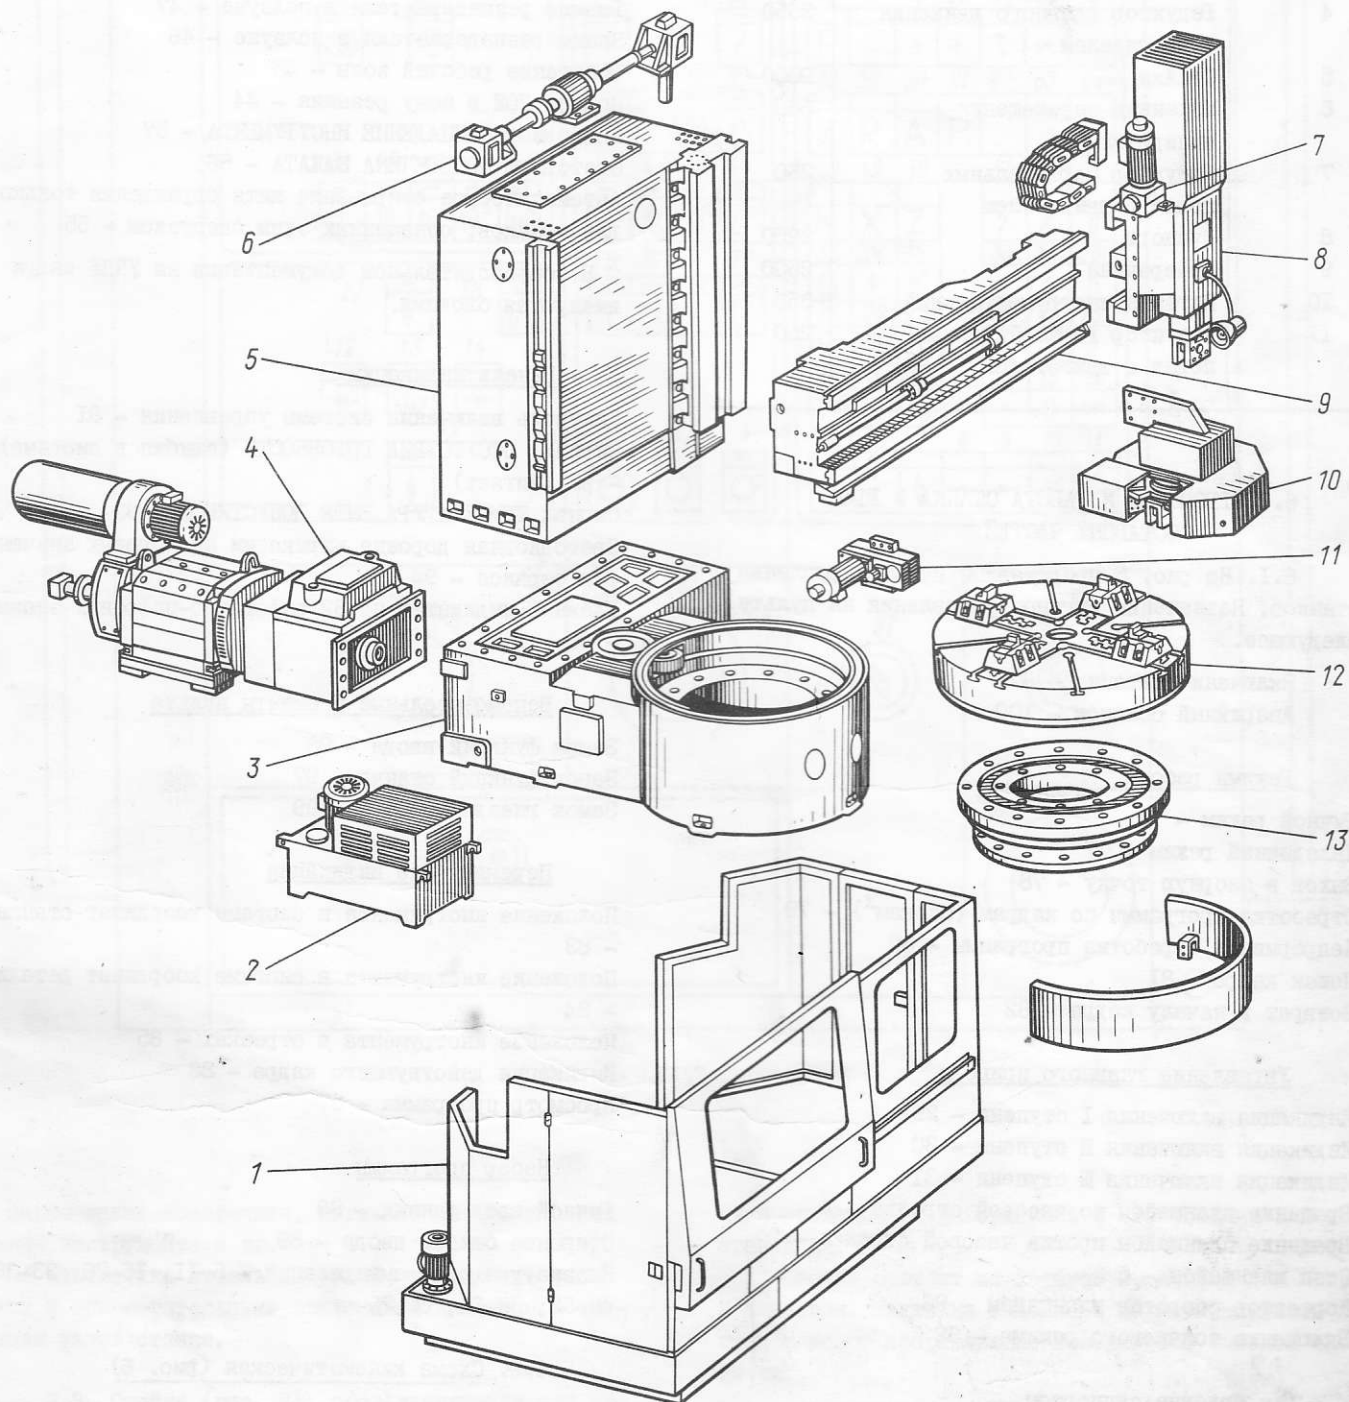

Рис. 4. Схема расположения составных частей станка
5.1. На рис. 4 представлены основные сборочные единицы станков. Компановка их ясна из общего вида станка (см. рис. 1). Отличительной особенностью конструкции станков является выполнение большинства сборочных единиц в виде самостоятельных изделий, что облегчает сборку не только в процессе изготовления, но и при ремонте.